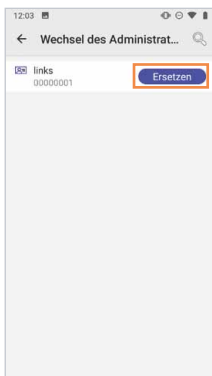
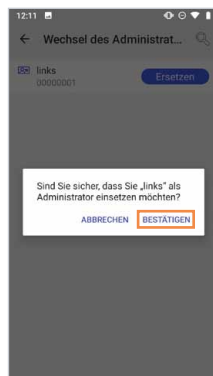

Abb. 3
Abb. 4
- ▶ Mit **Ersetzen** (Abb. 3) wählen Sie den neuen Administrator aus und **Bestätigen** Sie dies (Abb. 4).